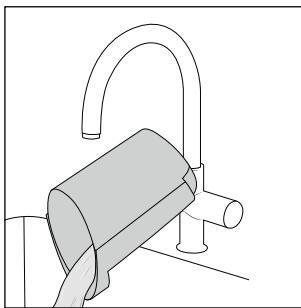

Afb. 20
- Maak iedere keer na gebruik het vuilwaterreservoir ② leeg.
- Reinig het vuilfilter ⑩ na elk gebruik en laat het volledig opdrogen voordat u het terugplaats in het vuilwaterreservoir ②.
1. Druk de knop boven het vuilwaterreservoir **2** omlaag (zie afb. 20). Houd het vuilwaterreservoir **2** bij de greep vast als u de knop omlaag drukt.
2. Trek het vuilwaterreservoir **2** naar voren toe uit het apparaat (zie afb. 20).